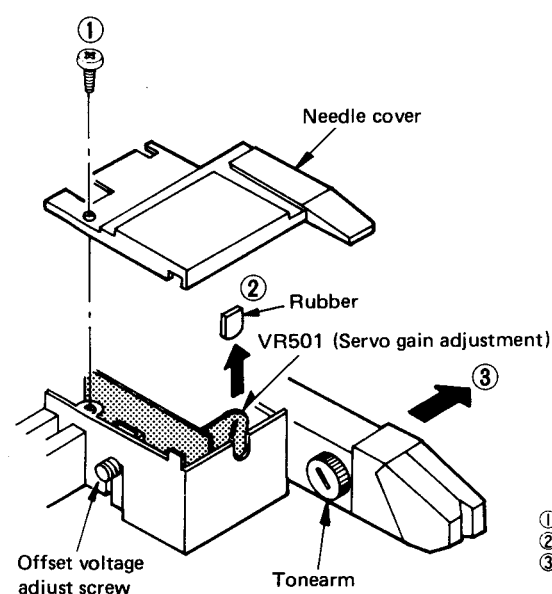

Fig. 21
- 3) Disassemble the tonearm as in Fig. 21.
(Abb. 21)
- 3) Den Tonarm auseinandernehmen, wie in Abb. 21 gezeigt.
- 3) Démonter le bras de lecture comme il est montré à la Fig. 21.
- Desmontar el brazo fonocaptor como en la Fig. 21.